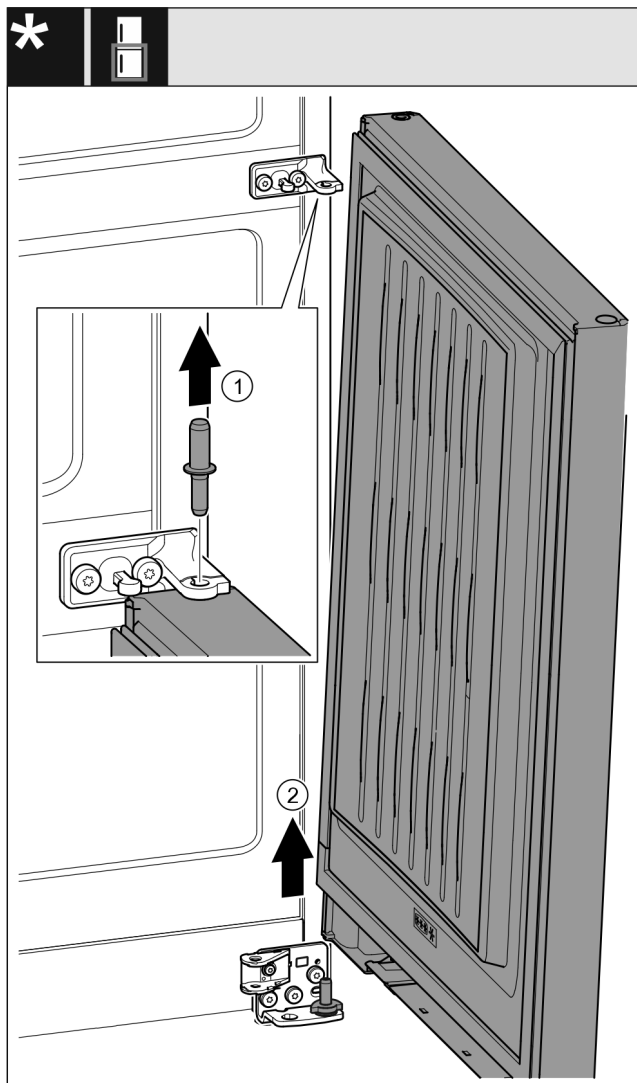

Fig. 23 \*
- ▶ Sortir le boulon par le haut. Fig. 23 (1)\*
- ▶ Faire pivoter la porte vers l'extérieur, la tirer vers le haut et la mettre de côté. Fig. 23 (2)\*